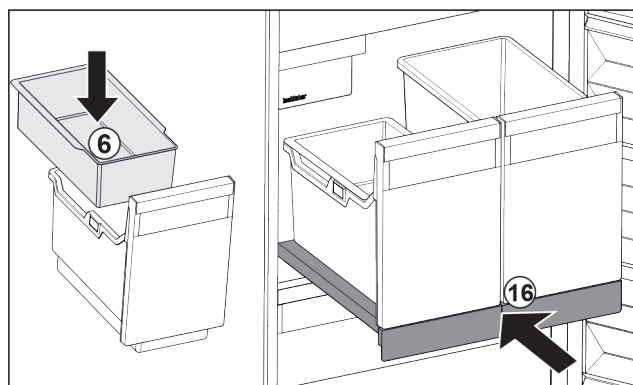

Fig. 48
- Sæt holderen i døren Fig. 48 (6) til isterninger i.
- Skub udtrækshylden med beholderne (IceTower) ind. Fig. 48 (16)